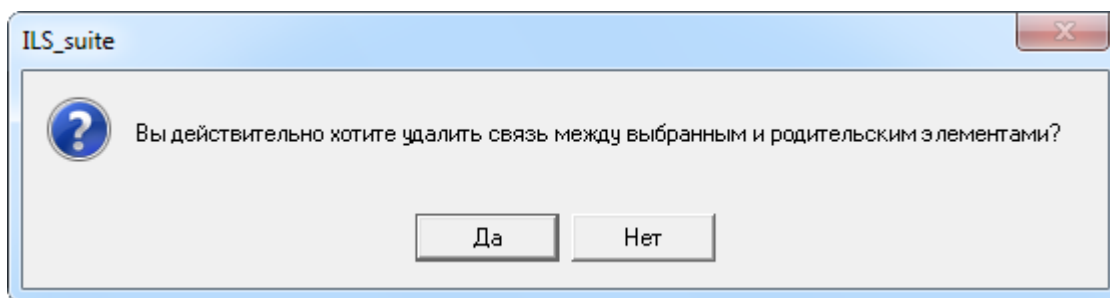

Рис. 7-12 – Диалоговое окно при удалении связи запроса с родительским элементом
- 4) В открывшемся диалоговом окне нажать «Да» для подтверждения действия (рис. 7-12).